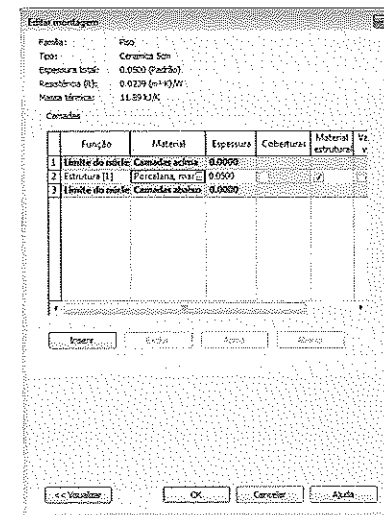

Figura 9.38 – Piso definido com espessura 5 cm.
6. Em seguida as propriedades do piso devem ficar como na Figura 9.38.